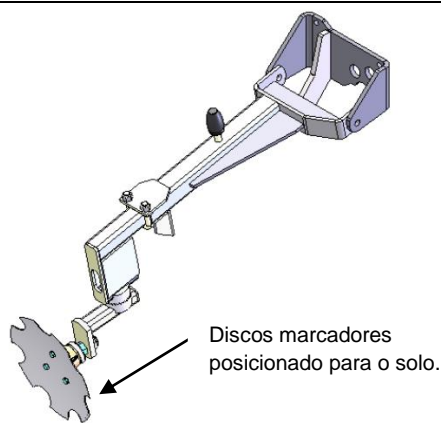

Figura 14
- Posicione os conjuntos dos marcadores para o solo observando que o mesmo fiquem com os limpadores dos discos voltados para a posição de limpeza (Figura 14);